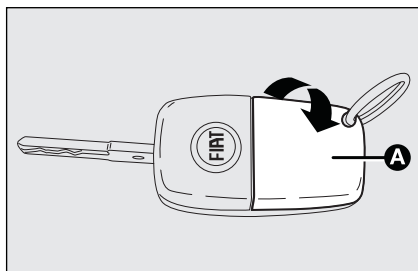

fig. 7
- ☐ aprire lo sportellino **A-fig. 7** fissato a pressione agendo nel senso indicato dalla freccia